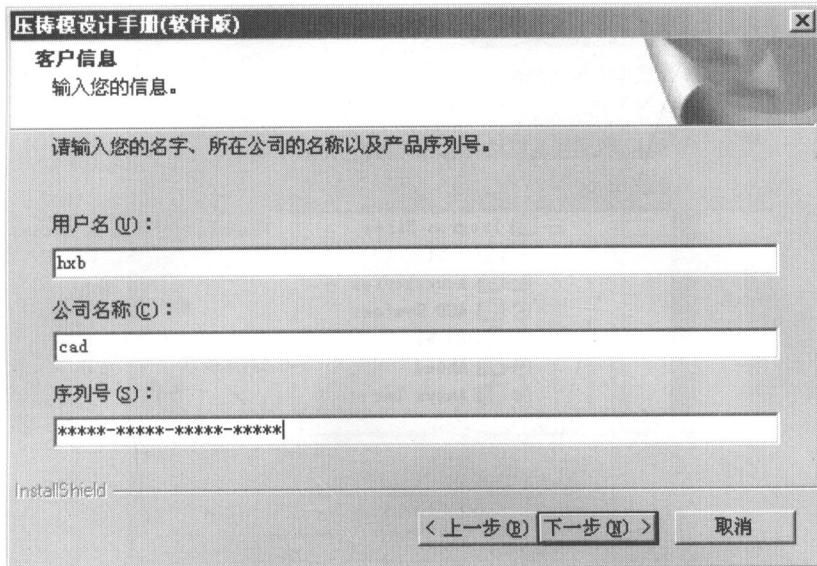

图 1-4 客户信息界面
(5) 在如图 1-4 所示的客户信息界面输入相关信息及序列号，并仔细检查序列号无误后，单击“下一步”按钮。